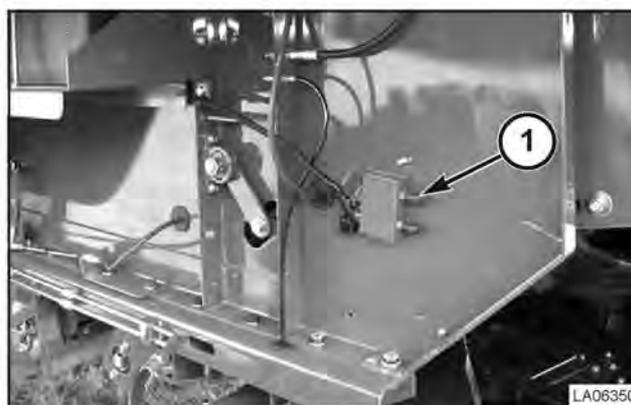

FIG. 191
FIG. 191: el ajuste del zarandón también puede realizarse utilizando las opciones en el lateral izquierdo de la máquina, por detrás de las baterías. Para ajustar mover la parte superior (1) para abrir el zarandón. Mover hacia abajo para cerrar.